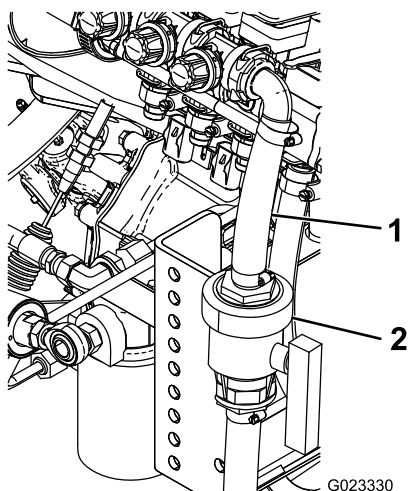

Bild 13
9. Schließen Sie die zwei Schlauchenden mit zwei Schlauchklemmen am Zulaufschlauchventil an (Bild 13).